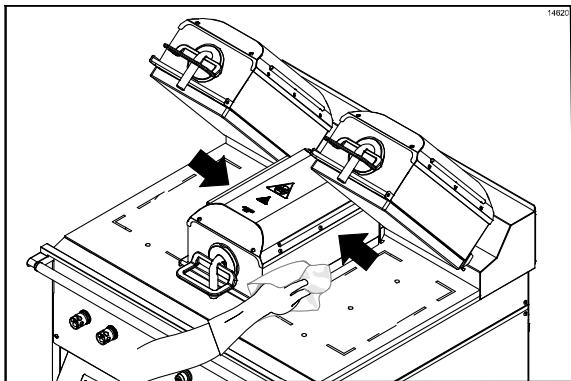

Figure 103
33. Rincer les deux côtés de la plaque du centre (Cf. Figure 103).